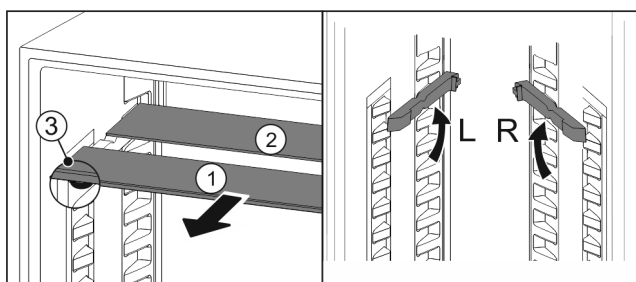

Fig. 85
- Skleněné desky jednotlivě vytáhněte dopředu Fig. 85 (1).
- ▷ Skleněná deska Fig. 85 (1) s ozdobnou lištou leží vpředu.
- ▷ Zarážky Fig. 85 (3) směřují dolů.